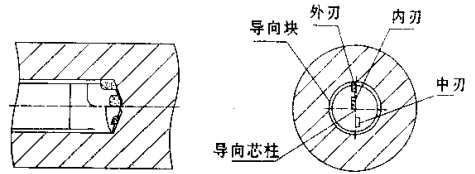

图1 BTA 深孔钻钻孔时形成的导向芯柱
(2)钻芯部分由内刃刃代替了麻花钻的横刃,从而克服了麻花钻横刃较长、轴向阻力较大的缺点;由于钻芯相对于钻孔轴心线偏移了一段距离,加工时钻芯处刀刃低于中心处刀刃,因此会形成一个导向芯柱(见图1),使钻头具有较好的导向性,钻孔时不易偏斜,该导向芯柱增长到一定长度后会自行折断并随切屑一起排出。